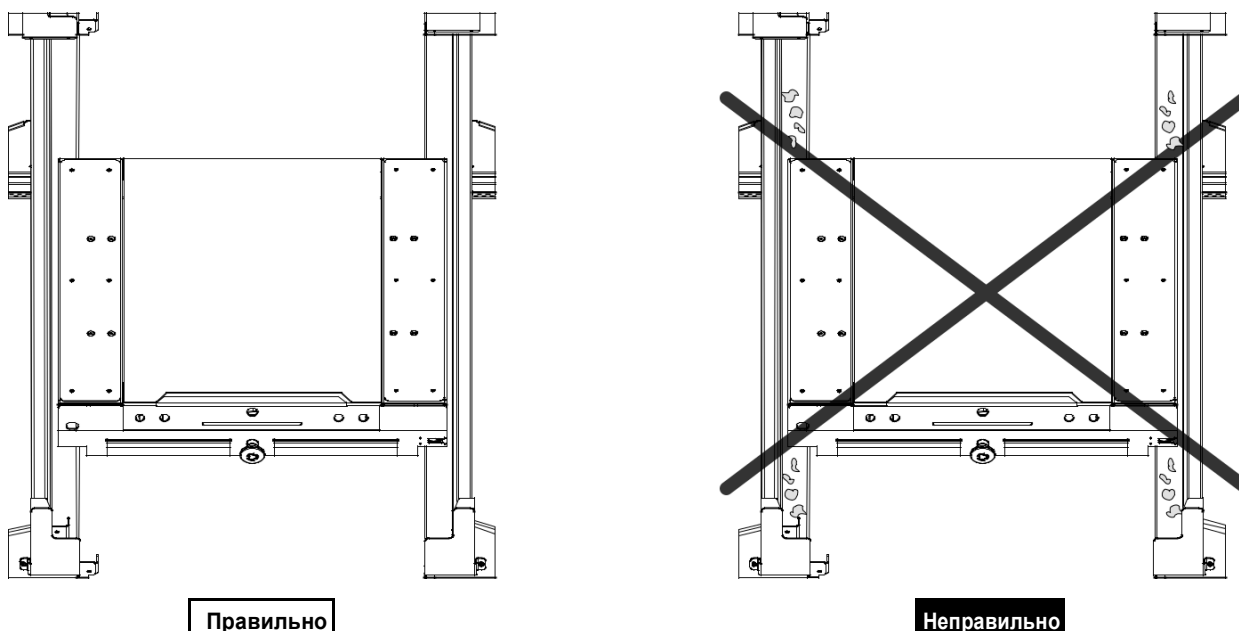

Рисунок 21 - Нахождение мусора на пути следования шаттла
► Необходимо следить за состоянием направляющих для движения шаттла. Нахождение мелкого мусора на пути следования шаттла может послужить причиной преждевременного износа колес (рис. 21).